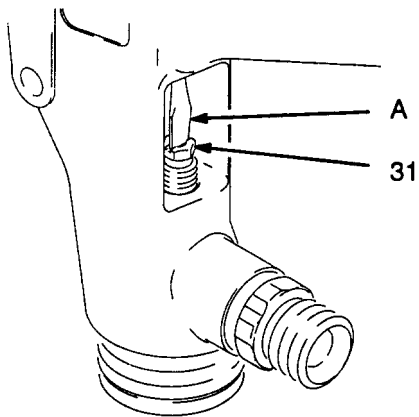

Fig. 7
2. Plasser pakningsjusteringsskruen (31) over pakningssettet og entre gjengene i pistolen. Trekk deretter ut nålen.
3. Sett en smal skrutrekker (A) inn fra pistolens bakside, inn i pakningsjusteringsskruen (31) som vist på Fig. 7. Vær forsiktig så du ikke lager hakk eller andre skader med skrutrekkeren. Skru inn skruen (ca. 3 omdreininger) med skrutrekkeren; pakningen vil fremdeles være løs.